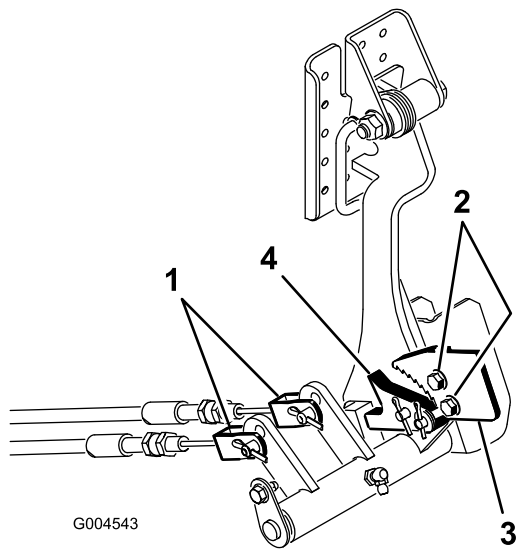

Figura 75
1. Togliete le coppiglie e i perni con testa che fissano i cavi dei freni all'asta del pedale del freno (Figura 75).
2. Allentate le due viti che fissano il nottolino del freno di stazionamento al telaio (Figura 75).
3. Premete in avanti il pedale del freno di stazionamento finché il fermo non s'innesta completamente nel nottolino del freno (Figura 75).